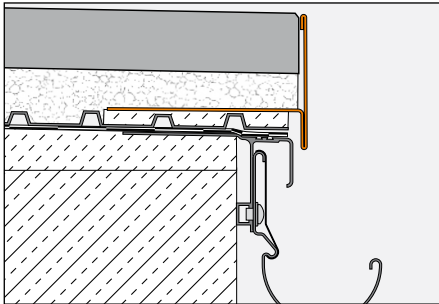

Abb. 1
Verarbeitung für Verlegung von selbsttragenden Plattenelementen auf Kies-/Splittbettung mit BARA-RT (Abb. 1)
3. Wird BARA-RT als Kiesfangleiste (Abb. 1) verwendet, sollte die Kiesschüttung unterhalb der Oberkante des vertikalen Profilschenkels abgezogen werden, und zwar so, dass es der Belagsdicke entspricht. Anschließend wird der Betonwerksteinplattebelag lose auf dem ebenen Kiesbett verlegt.